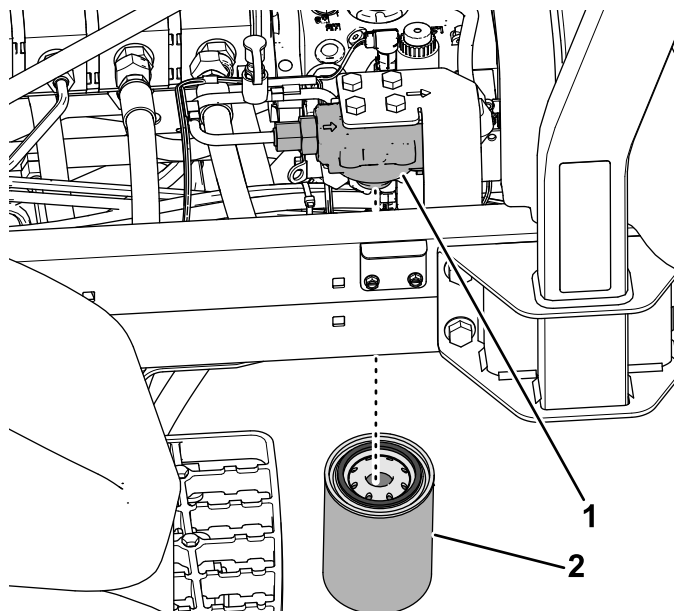

Figura 149
3. În partea stângă a mâinii, așezați o tavă de golire sub filtrul de încărcare (Figura 149).